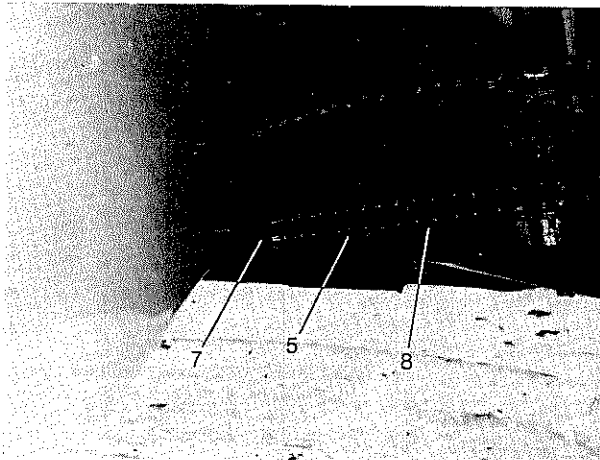

Abb. 23
Das Bogenblech (5) muß im Bereich (8), Abb. 23 in die Einzugswalze hineingreifen und zwar soweit, daß es von unten bündig mit der Einzugswalze abschließt. Bei Abweichungen ist das Bogenblech entsprechend nachzurichten.